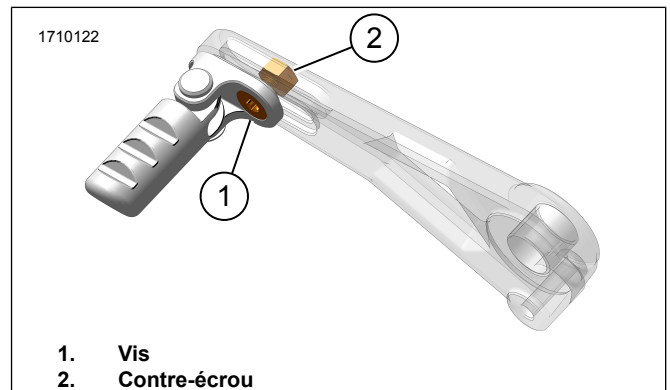

Figure 4. Réglage de l'embout du sélecteur
1. Voir la figure 4. Desserrer la vis (1), régler l'embout du sélecteur.
2. Serrer la vis (1).